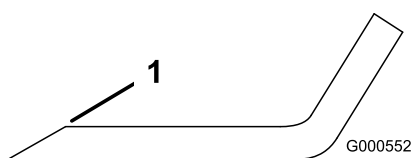

Figure 119
1. Au moyen d'une lime, aiguisez les tranchants aux deux extrémités de la lame (Figure 119).
Remarque: Si la lame est déséquilibrée, limez un peu l'extrémité de l'ailette seulement (Figure 119).